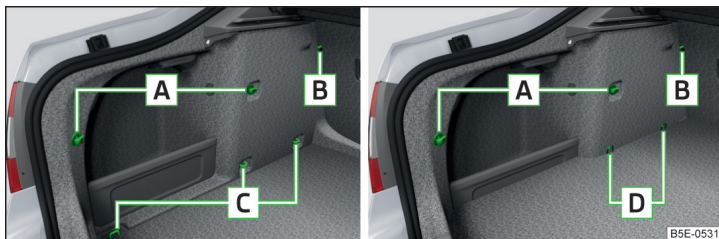
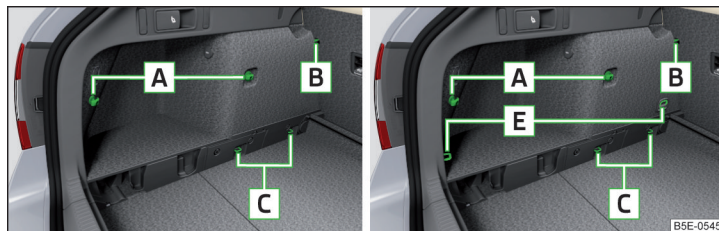

Fig. 97 Elemente de fixare: Varianta 1 / varianta 2 (G-TEC)
Fig. 98 Elemente de fixare: Varianta 3/varianta 4
Prezentarea generală a elementelor de fixare » fig. 97 și » fig. 98
Dacă autovehiculul este echipat cu podea de încărcare variabilă și aceasta se află în poziția superioară, se pot utiliza pentru fixarea plaselor inelele de ancorare » fig. 98 la pagina 108.
- La autovehiculele cu inele de ancorare » fig. 97 la pagina 108 pot fi fixate numai următoarele plase.
- Plasa pentru podea, aceasta poate fi fixată în zona din spate, de elementele de fixare din spate » fig. 97 la pagina 108.